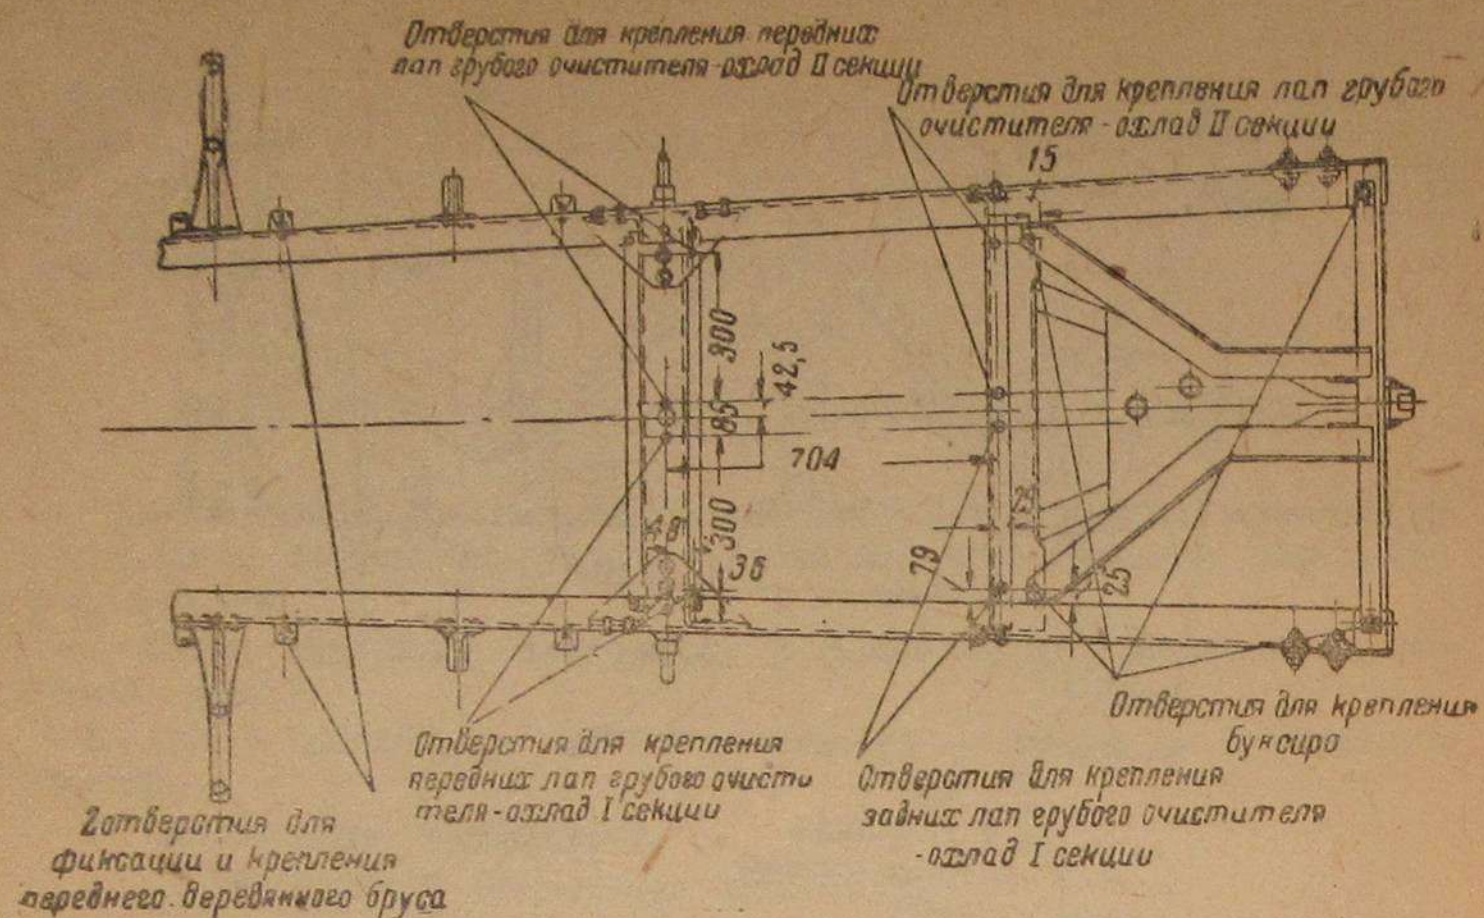

Рис. 11. Рама автомобиля ГАЗ-АА.
7. На раме автомобиля (рис. 11):
1. Уложить и закрепить на раму автомобиля два бруса крепления газогенератора и тонкого очистителя, фиксируя переднюю балку по кронштейну крепления платформы ГАЗ-АА, пропустив стремянку через отверстие указанного кронштейна (см. рис. 11). Положение задней балки определится при сборке по лапам крепления газогенератора и тонкого очистителя.